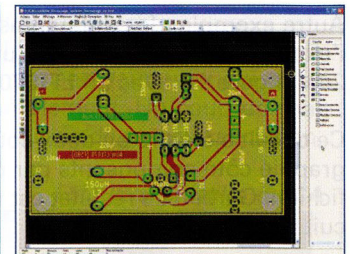
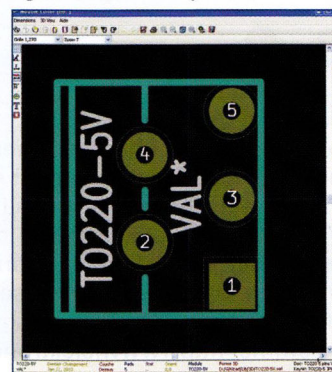

Figure 4, l'éditeur de circuits imprimés
Figure 5, l'éditeur d'empreintes physiques
- PCBnew est l'éditeur de circuits imprimés (figure 4) et d'empreintes de composants (figure 5).